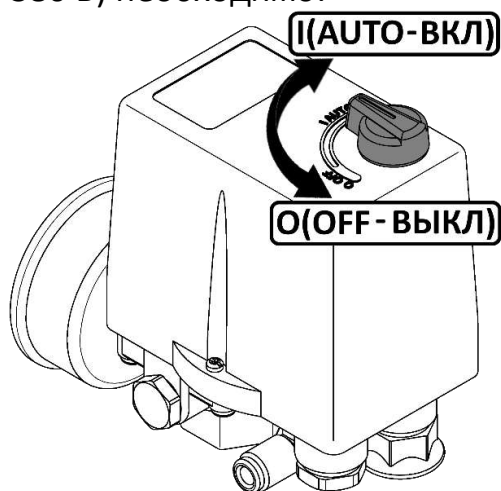

Рисунок 4
- Проверить, чтобы выключатель на реле давления находился в выключенном положении **O** (рисунок 4).